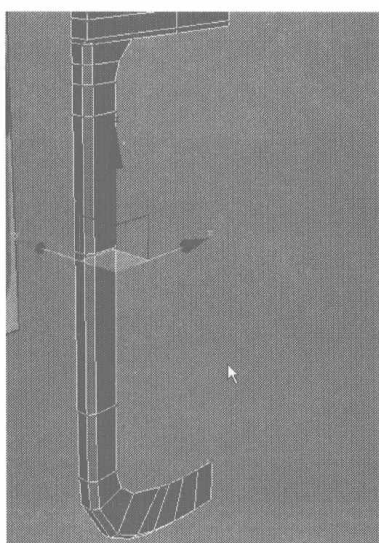

图 4.495
- 03** 调整外轮廓的面的节点，选择如图 4.495 所示的面，在 Edit Geometry 卷展栏中单击 **Make Planar** 按钮，将选择的面平面化。